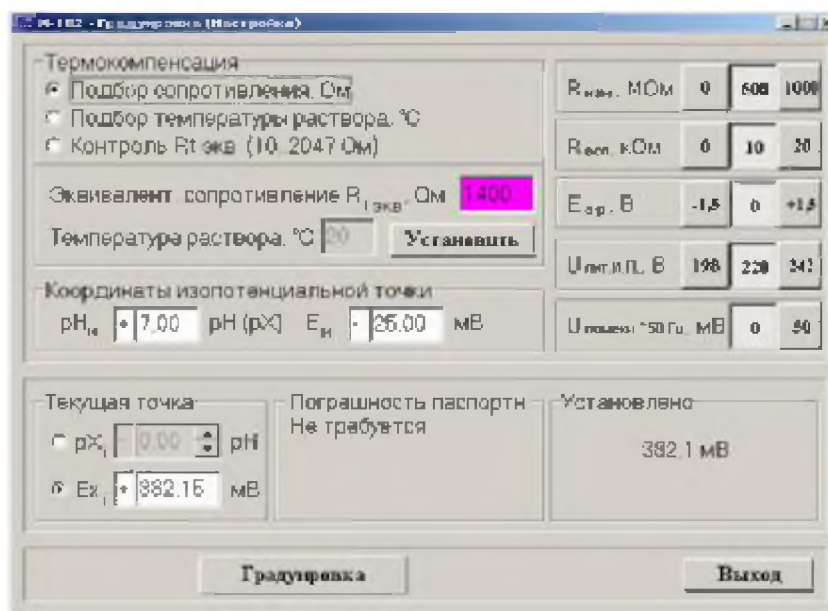

Рисунок 8
2.3.5.1 Выберите в меню **Поверка И.П.** строку **Градуировка (Настройка)**, рисунок 8.